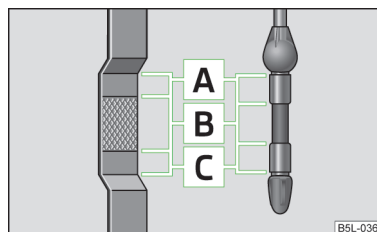

Abb. 127
Der Ölmesstab zeigt den Motorölstand an » Abb. 127.
- Der Ölstand darf keinesfalls oberhalb des Bereichs **A** » Abb. 127 liegen. Beschädigungsgefahr der Abgasanlage!